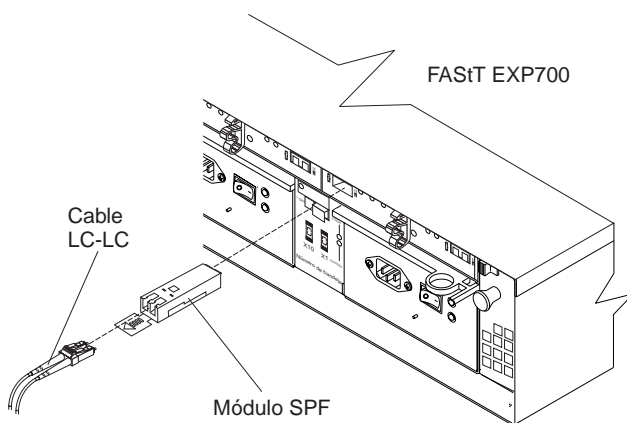

Figura 33. Instalación de un módulo SFP y conexión de un cable LC-LC a la unidad FASTT EXP700
3. Instale un módulo SFP en el puerto SFP que se encuentra en la parte posterior de la unidad FASTT EXP700; a continuación, conecte el otro extremo del cable LC-LC en el módulo SFP, tal como se muestra en la Figura 33.